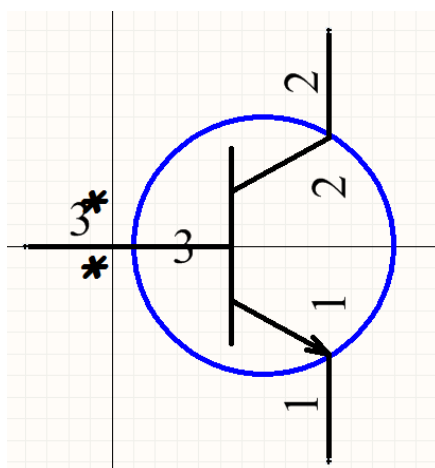

Рис. 2.12
4) Розташуйте три контакти за допомогою **Place-Pin** так як зображено на Рис. 2.12.